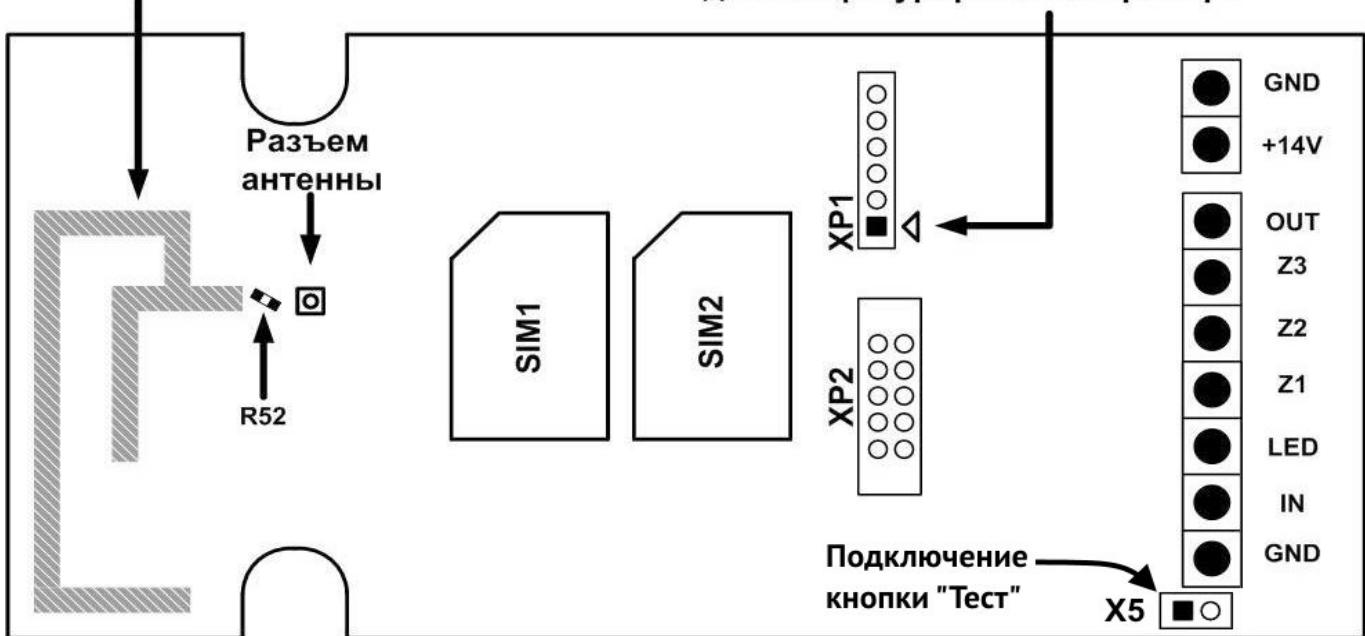

Рисунок 2. Внешний вид платы изделия
**Вход 3** является тестовым входом («**Тест**») и предназначен для проверки работоспособности индикации устройства после монтажа. При его замыкании на **GND** все индикаторы устройства включаются (индикатор «**Связь**» – мигает). Кнопка «**Тест**» установлена на боковой поверхности корпуса, ее подключают к разъему **X5** (рисунок 2).
Конфигурирование изделия производится через контакты разъема **ХР1** (см. рисунок 2). При подключении кабеля конфигурирования контакт с маркировкой «**Δ**» должен соединяться с контактом 1 разъема **ХР1** на плате изделия.